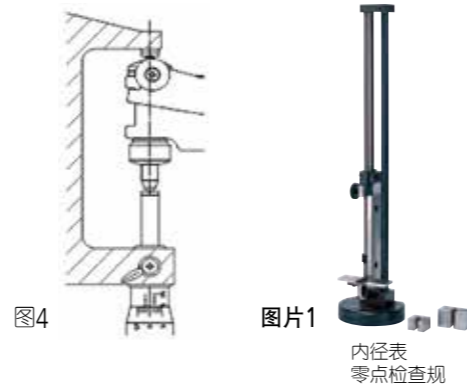

图4
6. 开始测量之前，需要调整基点。使用外径千分尺调整基点时，千分尺以纵向姿势如下图4所示。
- 有污渍、碎屑或毛刺不能完全贴合时，有时能看到光。(图4)
1. 读取刻度时，请将视线对准正面，注意视差。(图4)